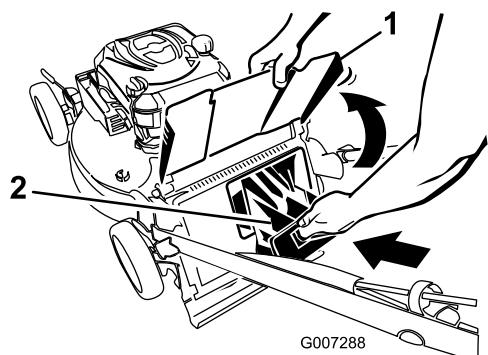

Figura 26
4. Introduzca el tapón de descarga trasero (Figura 26).